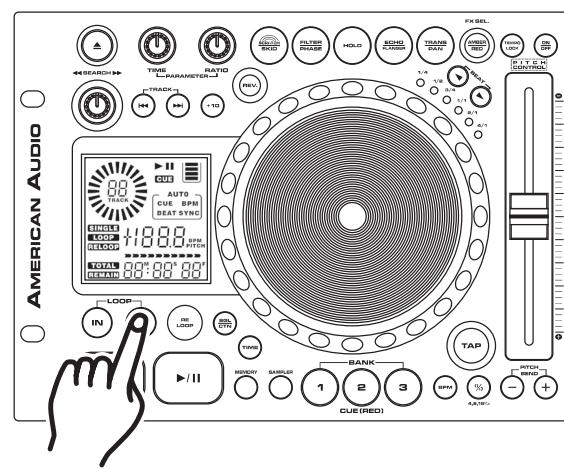

Figura 23
- PARA LOGRAR UN RULO MÁS CORTO: Presione el BOTÓN OUT (24) en un punto anterior de la pista (Figura 23).
- PARA LOGRAR UN RULO MÁS PROLONGADO: Presione el BOTÓN OUT BUTTON (24) en un punto posterior de la pista (Figura 23).
- 2) Presione el BOTÓN MEMORY (31). El BOTÓN MEMORY (31) se iluminará en color rojo, lo que indicará que la memoria está lista para almacenar.
- 3) Seleccione y presione uno de los tres BOTONES BANK (29) en donde desea guardar su rulo y presione ese botón.
4) La señal LED correspondiente al BOTÓN MEMORY (31) se apagará una vez que la muestra haya sido almacenada en la memoria.
5) La muestra ya ha sido guardada. El rulo original que usted utilizó para crear la muestra seguirá reproduciéndose hasta que se presione BOTÓN OUT (24) (Figura 23).
- 6) A partir de ahora, la muestra guardada puede recuperarse en cualquier momento, incluso cuando la unidad se encuentre en modo de PAUSA (PAUSE). Para recuperar la muestra, asegúrese de que la función muestra esté activada y presione el BOTÓN SAMPLE (30) hasta que se encienda la señal LED roja del botón muestra. Para reproducir la muestra en modo de rulo continuo, deje encendida la función muestra. Si desea reproducir la muestra sólo una vez, apague la función de muestra inmediatamente después de iniciarla. Cuando la función de muestra permanece encendida, la muestra sigue sonando hasta que la función sea apagada.